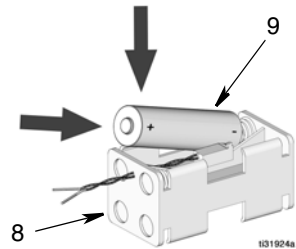

FIG. 10
3. Remova todas as quatro pilhas AA alcalinas do suporte da bateria (8). Descarte as pilhas em um recipiente de descarte de baterias aprovado.
4. Instale quatro pilhas AA alcalinas (9) no suporte da bateria (8), como ilustrado em FIG. 10. Certifique-se de as pilhas não estejam tortas no suporte.